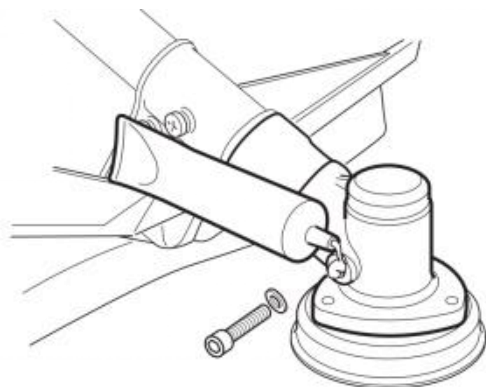

Fig. 68
2. Añada el lubricante adecuado (Fig. 68).